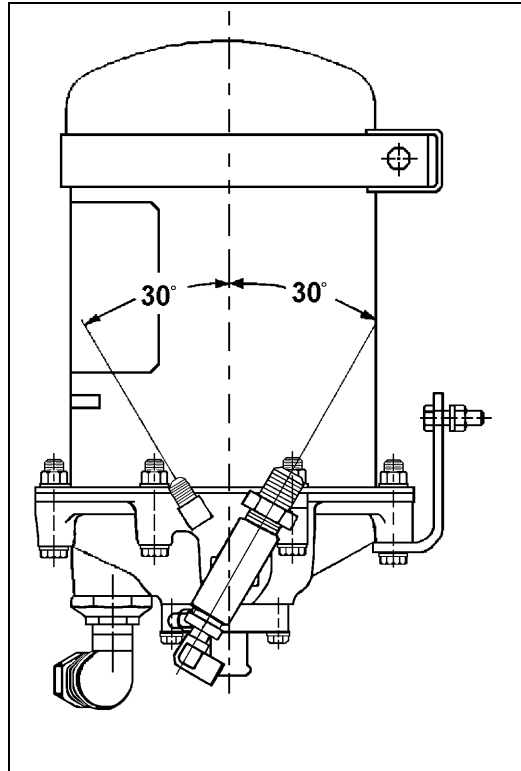

FIGURE 5: ASSÉCHEUR D'AIR BENDIX AD-9 12108
14. Assembler l'assécheur d'air Bendix AD-9 selon la figure 5.